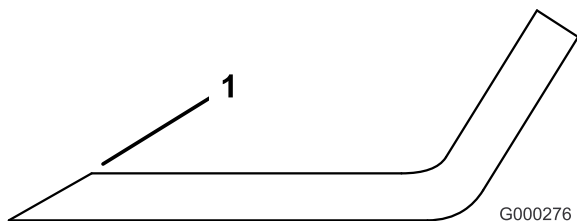

Figure 81
1. Au moyen d'une lime, aiguissez les tranchants aux deux extrémités de la lame (Figure 81) Veillez à conserver l'angle de coupe d'origine. Limez la même quantité de métal sur chacun des deux tranchants pour ne pas déséquilibrer la lame.